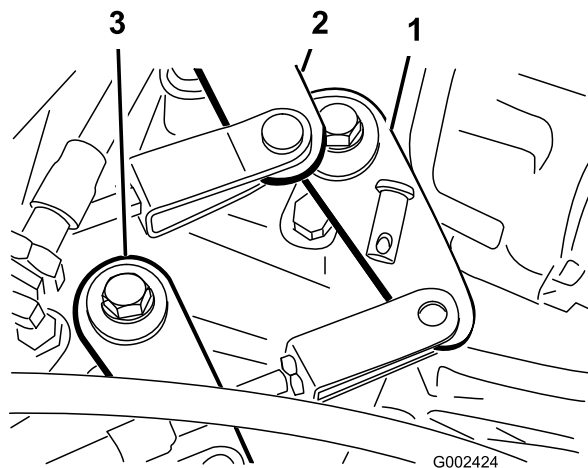

Рисунок 55
2. Снимите штифты с головкой и отверстием под шплинт, которые крепят тросы переключения передач к рычагам переключения коробки передач (Рисунок 55).
1. Снимите штифт с головкой и отверстием под шплинт, который крепит трос высокого-низкого диапазона к коробке передач (Рисунок 55).